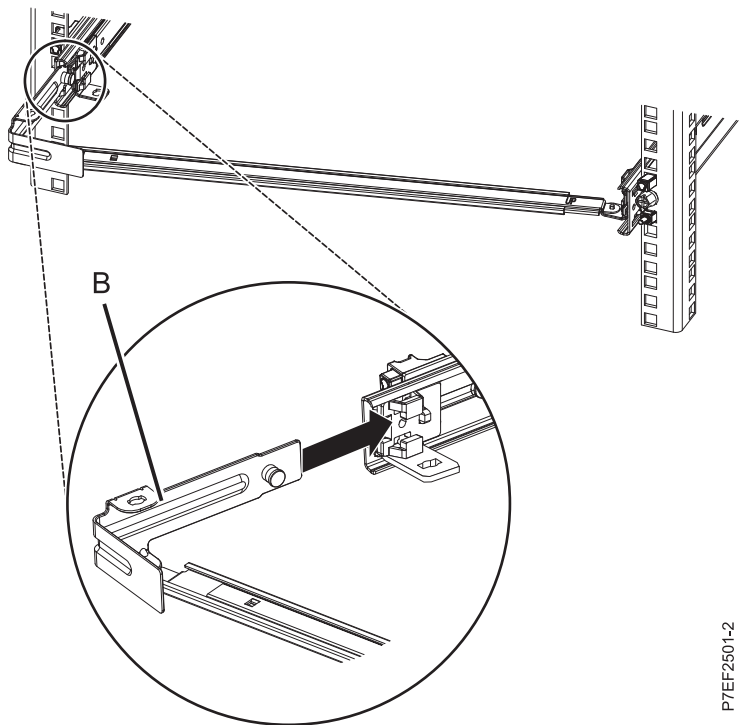

図 12. ピンを延長してブラケットをスライド・レールに取り付ける
4. ケーブル・マネジメント停止ブラケット **(B)** を右側スライドの内側のスロットに取り付けます。停止ブラケット **(B)** をスライド・レールに滑り込ませ、バネ式のピンが所定の位置に収まるまでスライドさせます。詳しくは、図 12 を参照してください。